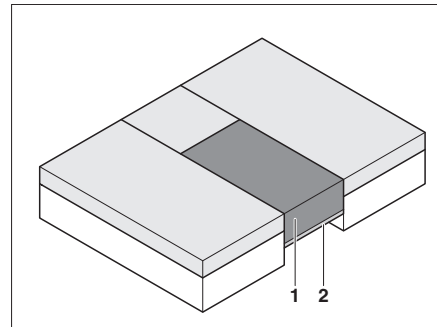

Fig. 79 Dopo la trasformazione
- Collocare il cuscino aggiuntivo (Fig. 79,1) sul telaio portamaterasso (Fig. 79,2) estratto.
Per portare il cuscino aggiuntivo (Fig. 79,1) alla stessa altezza degli altri cuscini, è necessario premerlo con forza.
- ▷ Inserire il cuscino aggiuntivo (Fig. 79,1) e sedervisi sopra. Il peso preme il cuscino nella nicchia.